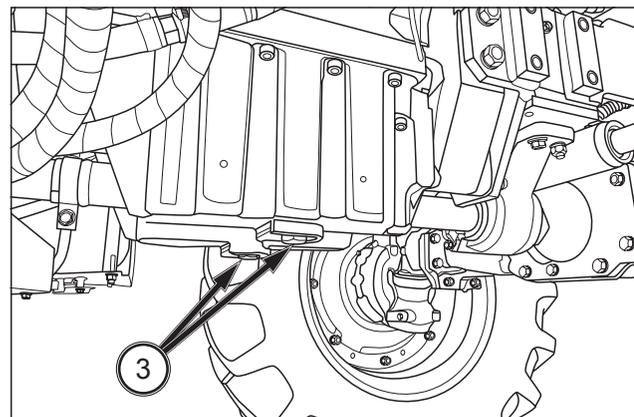

FIG. 148
**FIG. 148 : Pour faire la vidange de l'huile** - Utilisez le tracteur jusqu'à ce que l'huile soit suffisamment chaude. Garez la machine sur un terrain plat. Retirez le(s) bouchon(s) de vidange (3) du moteur et laissez s'écouler l'huile.